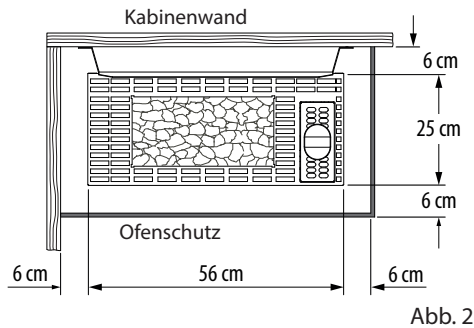

Abb. 2
- Bei der Montage des Saunaheizgerätes ist darauf zu achten, dass der Abstand zwischen Oberkante Ofen und Kabinendecke mind. 90 cm und der horizontale (seitliche) Abstand zwischen Ofen und Kabinenwand mindestens 6 cm beträgt (Abb. 2).